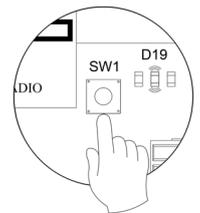

Fig. 85
- Abra el canal de asociación radio. Para ello pulse sobre SW1, el LED D19 se encenderá en color rojo fijo (Fig. 85). Una vez abierto dispone de 15 minutos para realizar la asociación, en el caso de que se le agote el tiempo realice de nuevo esta operación. También puede abrir el canal de asociación radio a través de los controladores Blueface (ver apartado Parámetros de sistema)